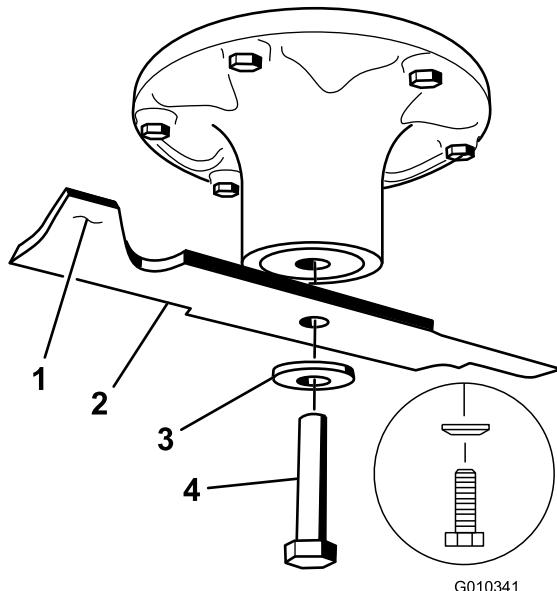

Figura 55
2. Retire del eje el perno de la cuchilla, la arandela curva y la cuchilla (Figura 55).
- ## 1. Instale la cuchilla en el eje (Figura 55).
2. Instale la arandela curva (con la copa hacia la cuchilla) y el perno de la cuchilla (Figura 55).